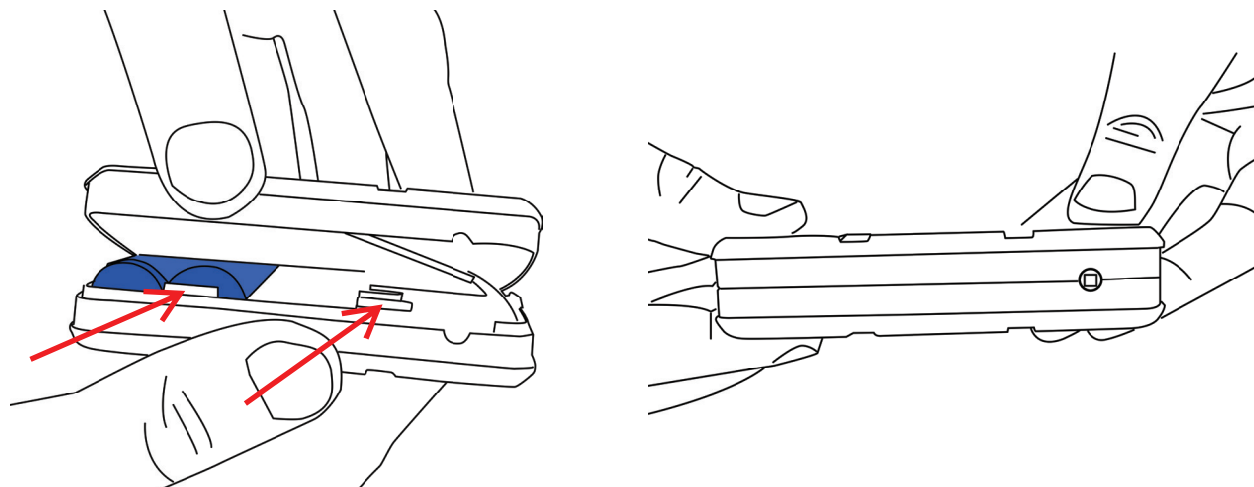

рис. 12
3.7. Соединить части корпуса. Для этого необходимо с одной стороны завести крепление одной части корпуса в пазы на другой части корпуса, а затем защелкнуть их (см. рис. 12). При этом необходимо контролировать, чтобы провод батареи не был пережат частями корпуса.